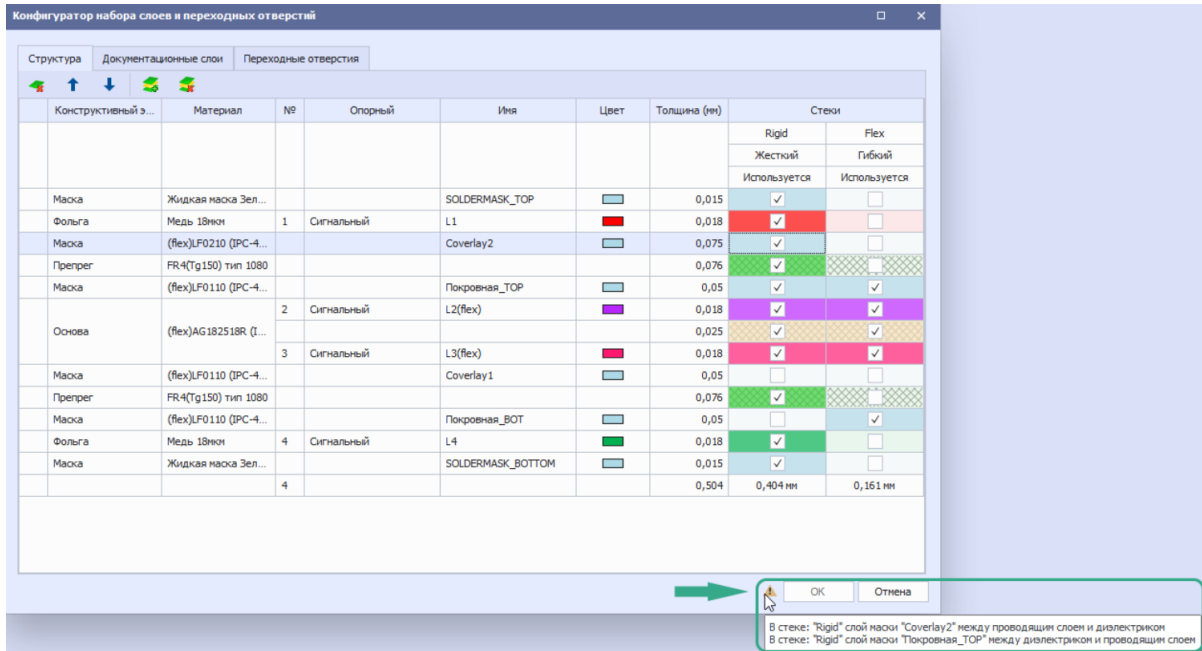

Рис. 9 Отображение выявленных нарушений
**Примечание!** Система автоматически выполняет онлайн проверку корректности формирования стека. При наличии нарушений, в нижней части окна редактора отображается иконка предупреждения . Наведите курсор на иконку для раскрытия описания выявленных нарушений, см. Рис. 9.